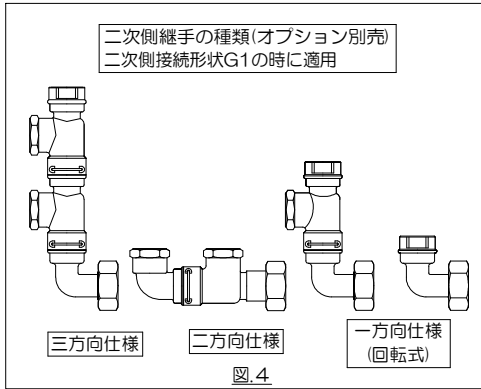

図.4
- ・オプション(別売)である、二次側継手(図.4)を接続する際には、二次側継手と同梱されているパッキンを使用して接続をしてください。